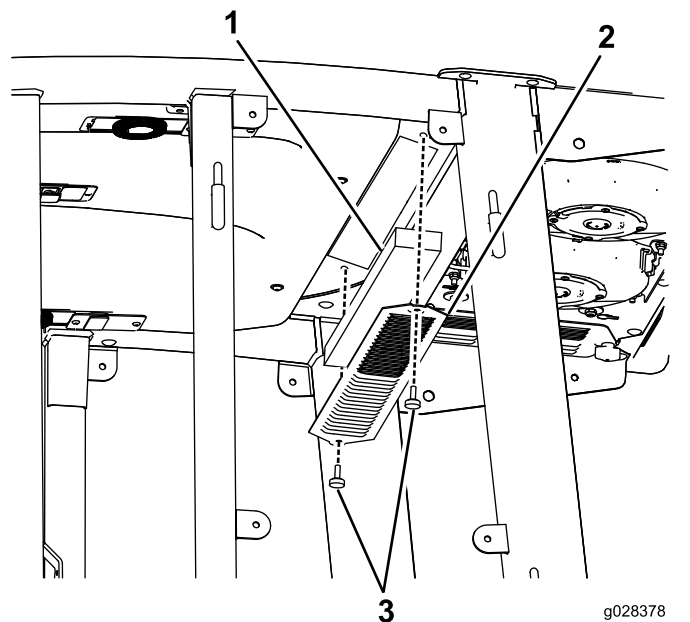
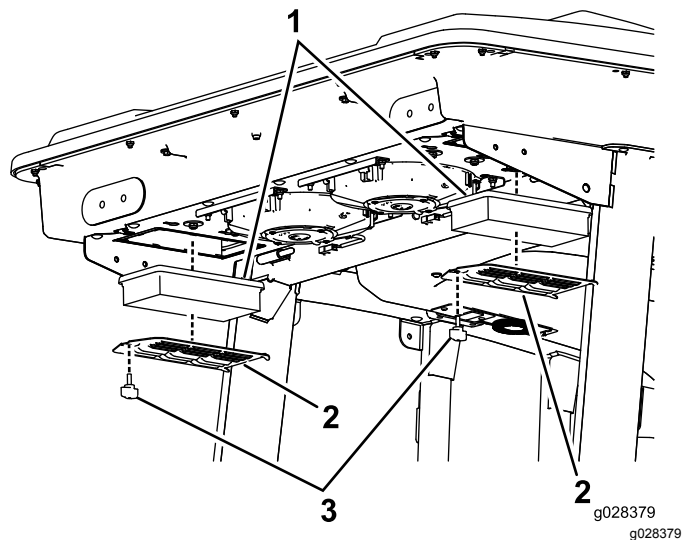
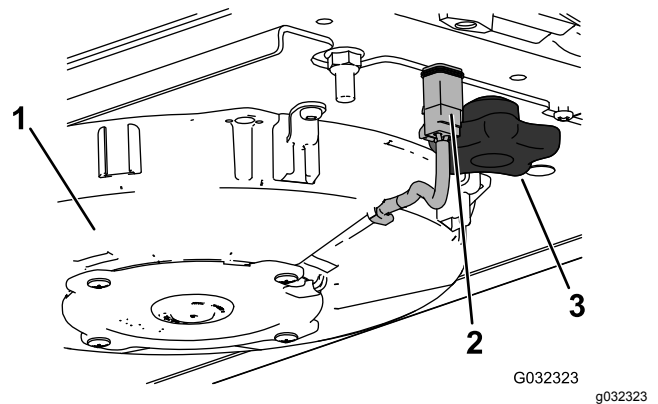
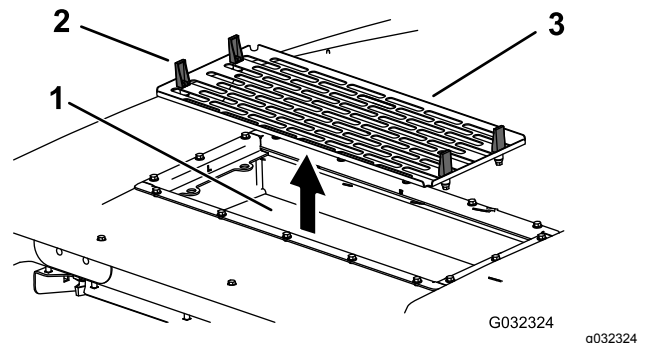

Figura 135
Figura 136
Figura 138
Figura 139
1. Remova os parafusos e as grelhas dos filtros de ar interior e traseiro da cabina (**Figura 135** e **Figura 136**).
4. Abra as 4 linguetas do conjunto do ar condicionado e retire o filtro (Figura 139).
2. Desligue o fio para cada uma das ventoinhas (Figura 138).
5. Retire os filtros (Figura 136).
7. Instale os filtros de ar, painel e conjunto da ventoinha (Figura 136, Figura 138 e Figura 139).
8. Ligue o fio de cada uma das ventoinhas (Figura 138).